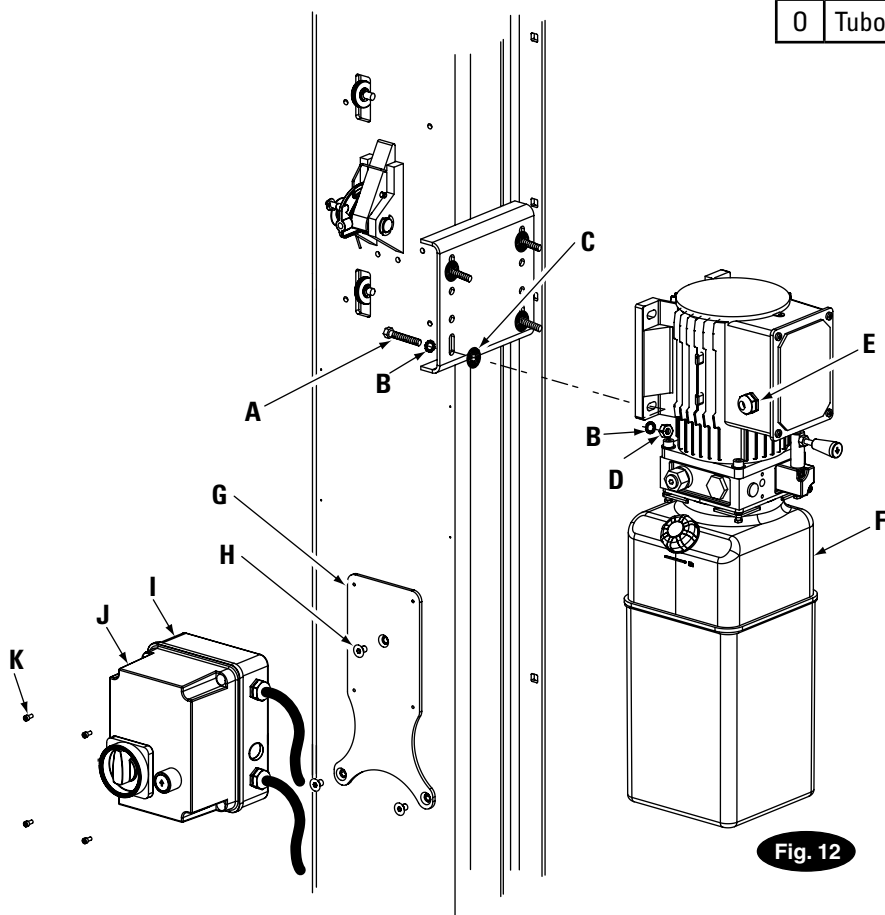

Fig. 12
- A. Applicare dapprima (1) rondella a stella su una delle (4) viti cilindriche a testa esagonale da 5/16" -18NC x 1-1/2". **Ciò è estremamente importante per il collegamento alla terra.** Inserire le (4) viti cilindriche a testa esagonale da 5/16" -18NC x 1-1/2" nei fori della staffa dell'azionamento, usando dei dadi a pressione per tenerle in posizione, fig. 12. Poiché il motore è la parte più pesante dell'unità, due persone devono sollevare l'azionamento, tenendo entrambe il motore con una mano. Posizionare il gruppo generatore sulle viti facendo in modo che una persona sostenga il gruppo generatore mentre l'altra monta le rondelle di sicurezza e i dadi da 5/16" -18NC.
- B. Montare la piastra adattatrice sulla colonna come mostrato in fig. 12, usando (3) viti SFHCSMS a testa piatta da 5/16" -18NC x 1/2".
- C. Rimuovere il coperchio del pannello di comando svitando le viti in corrispondenza degli angoli. Montare la base del pannello di comando sulla piastra adattatrice, come mostrato in fig. 12, usando (4) viti SHCS da #8-32NC x 3/8". Rimontare il coperchio del pannello di comando.
Dettaglio fig. 12